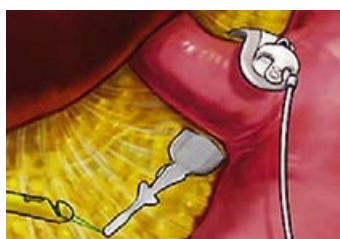

Рисунок 8
- Используя нитяную петлю или выпрямитель, аккуратно проведите SAGB VC сзади желудка через ретрогастральный туннель (*Рисунок 8*). Выпрямите артикулирующую часть диссектора при проведении бандажа через туннель. Когда половина бандажа пройдет через туннель, высвободите нитяную петлю.